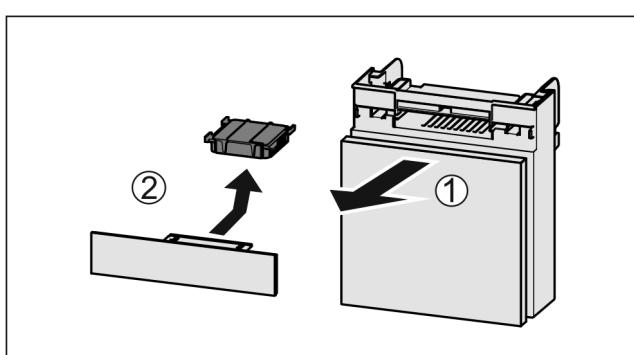

Fig. 74
- Estrarre il vano tirando in avanti Fig. 74 (1).
- Rimuovere il filtro a carboni attivi Fig. 74 (2).